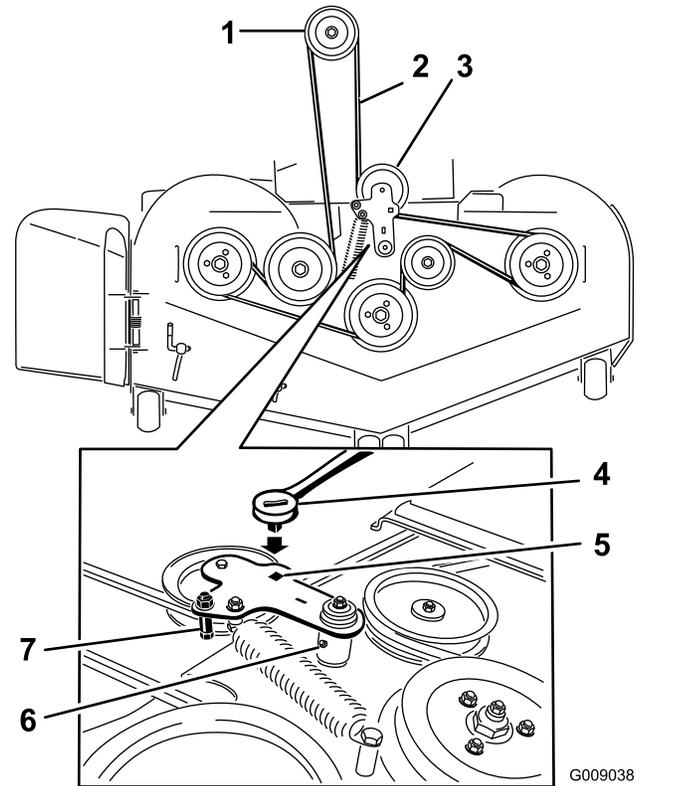

**Figure 86**
6. Déposez les protège-courroies (Figure 86).